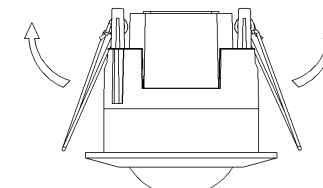

Рис.4
- Отогните металлические пружины датчика вверх рис.4, пока они не встанут вертикально по отношению к датчику. Поместите датчик в отверстие диаметром 65мм или монтажную коробку расположенные на потолке. Отпустите пружины, датчик встанет в свое монтажное положение.